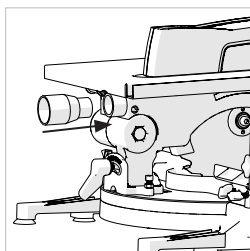

Fig. 3a
Un sac à poussières (non fourni) peut être monté sur la sortie d'air à l'arrière de l'outil. **(Fig. 3a & b)**
- Insérez le tube adaptateur dans la sortie d'air à l'arrière de l'outil. **(Fig. 3a)**